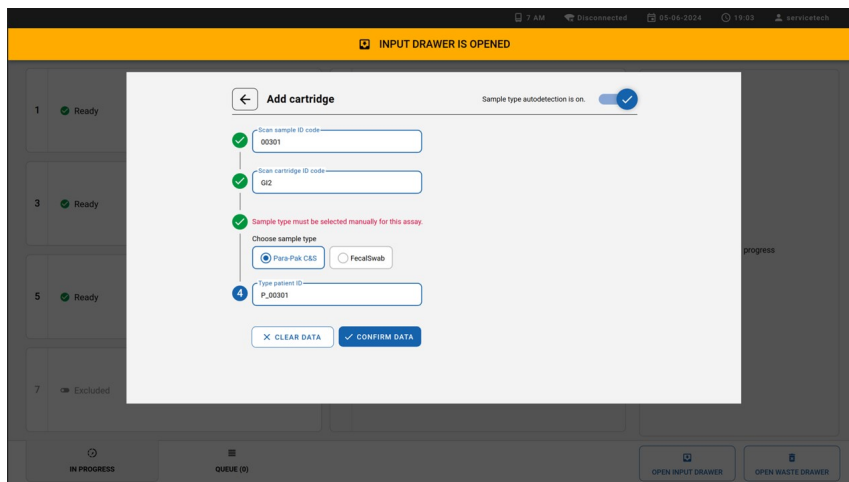

Bild 17. Skärm för att skriva in patient-ID och bekräfta uppgifterna.
4. Ange patient-ID och tryck på knappen **CONFIRM DATA** (Bekräfta data) (Bild 17).